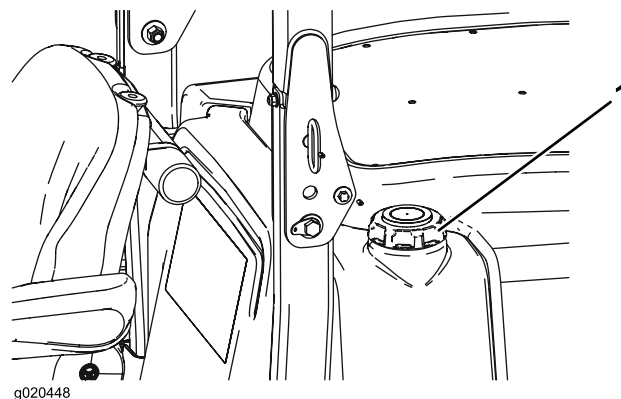

Figure 12
3. Retirez le bouchon du réservoir de carburant (Figure 12).